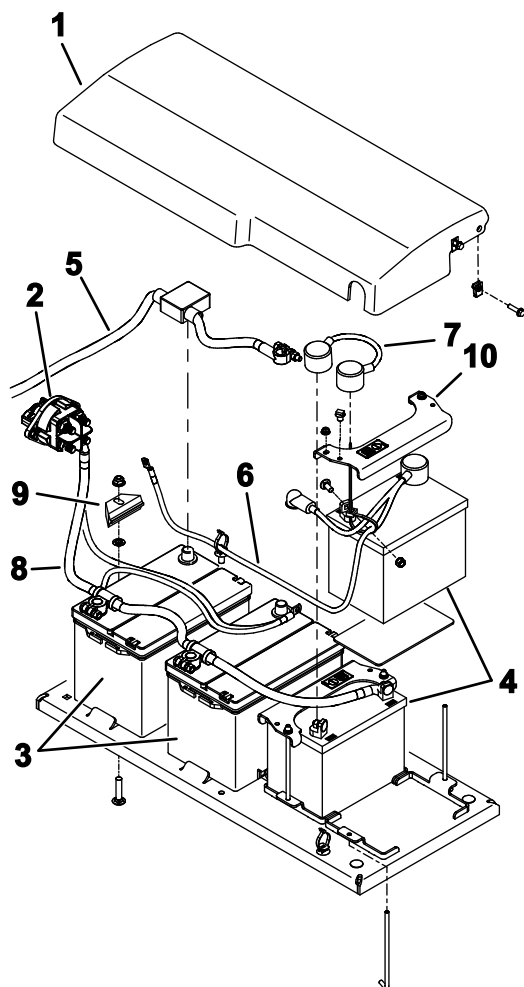

Figure 113
6. Retirez les fixations qui maintiennent le couvercle de la batterie sur la machine et déposez le couvercle (Figure 113).
9. Déposez les batteries de la machine avec précaution (Figure 113).
1. Fixez les batteries en place avec les dispositifs de retenue (Figure 113).